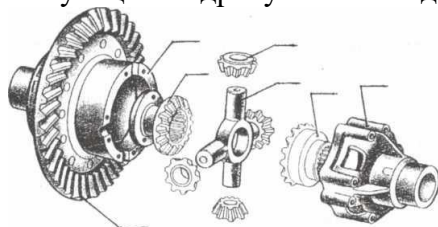

Рис. 20.2. Дифференциал
2. Обозначьте, согласно указателю (рис. 20.2), номер детали дифференциала, соответствующий подрисункной подписи.